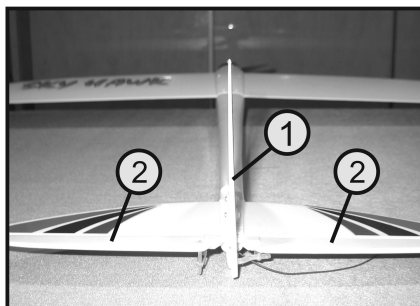

Figure 13
- Lorsque le levier de commande pour la gouverne de profondeur et de direction (voir figure 2, pos. 4) et le levier de trim correspondant (voir figure 2, pos. 3 et 5) se trouvent en position centrale, la gouverne de direction (voir figure 13, pos. 1) et la gouverne de profondeur (voir figure 13, pos. 2) doivent également être alignées exactement en position centrale.